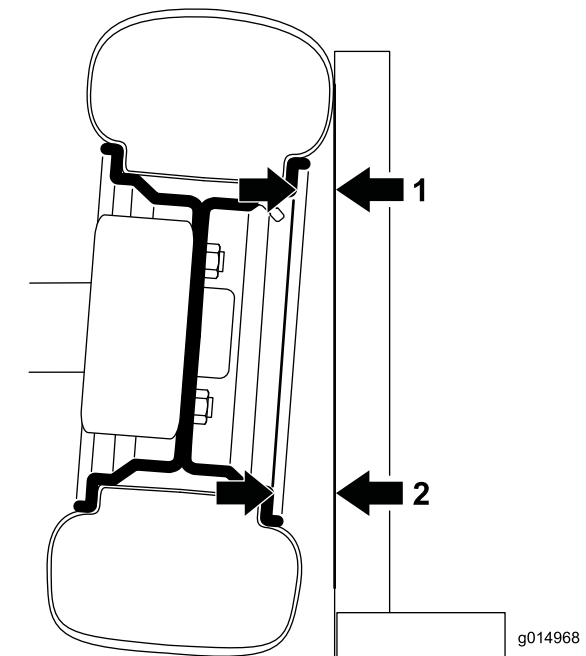

Figure 32
1. Pour vérifier le carrossage, placez une équerre à 90 degrés sur le sol, le bord vertical touchant la face du pneu (Figure 32).
2. Mesurez la distance entre la même partie de la jante sur le haut et le bas du pneu et l'équerre (Figure 32).